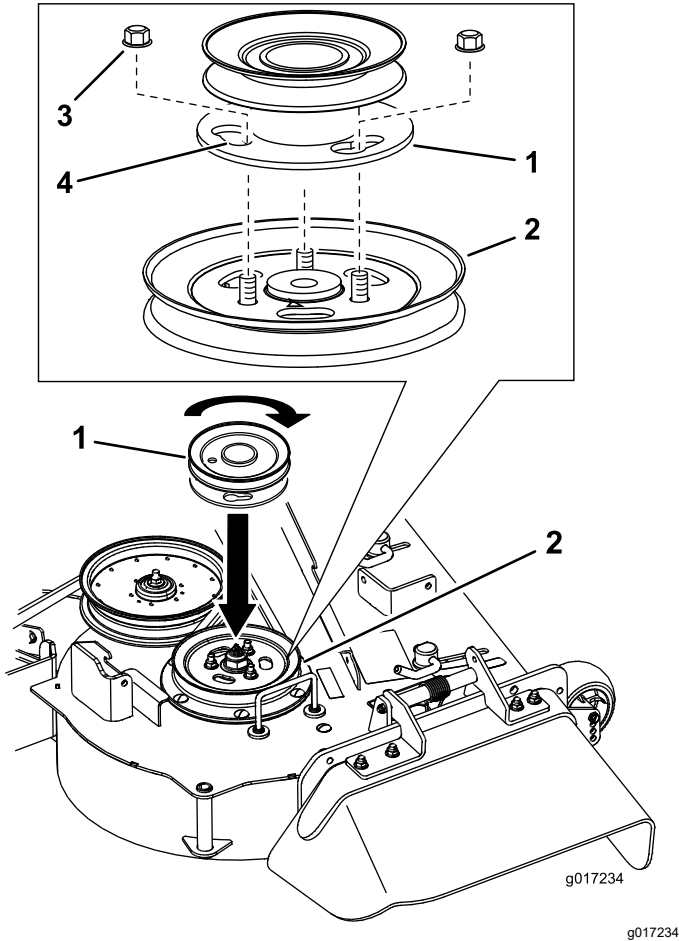

Figura 12
- 1. Retire las tuercas de la polea de la carcasa de la segadora existente (Figura 12).
- 2. Instale el nuevo conjunto de polea sobre los pernos de la polea de la carcasa de la segadora (Figura 12)
- 3. Gire la polea para bloquearla en su posición (Figura 12).